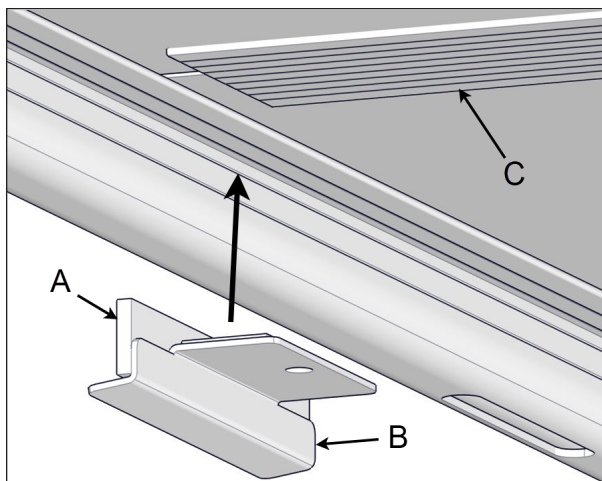

FIGURE 57: POSITION DU RACLEUR
- Sous le couvercle, repérer un profilé en I et orienter le rabat large du joint racleur vers l'extérieur du couvercle, voir Figure 57.